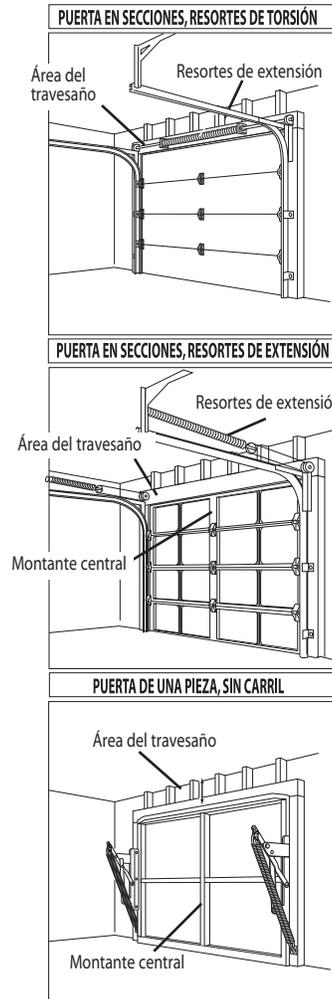

Figura 2 Note el tipo de puerta
- C** Verifique el tipo de puerta. Haga una nota si es una puerta en secciones o de una sola pieza. (Figura 2). (Para referencia más adelante.)